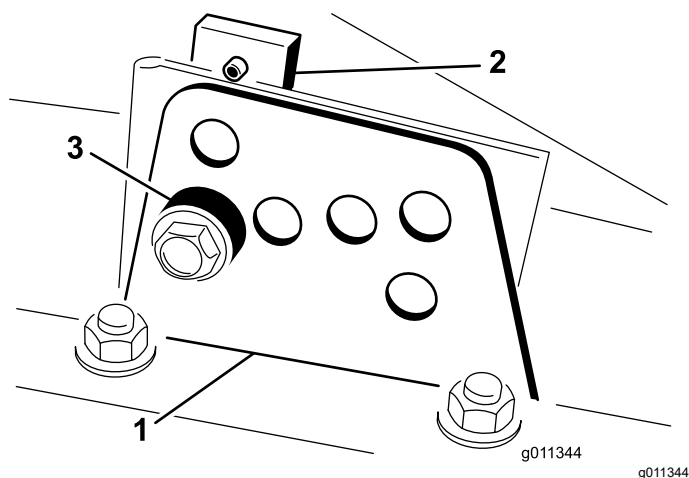

図 22
2. 図 22 のように、各刈り高ブラケットを刈り高プレート前と右と左に固定しているボルトをゆるめる。
4. チェンバを支えておきながらスペーサを取り外す 図 22。